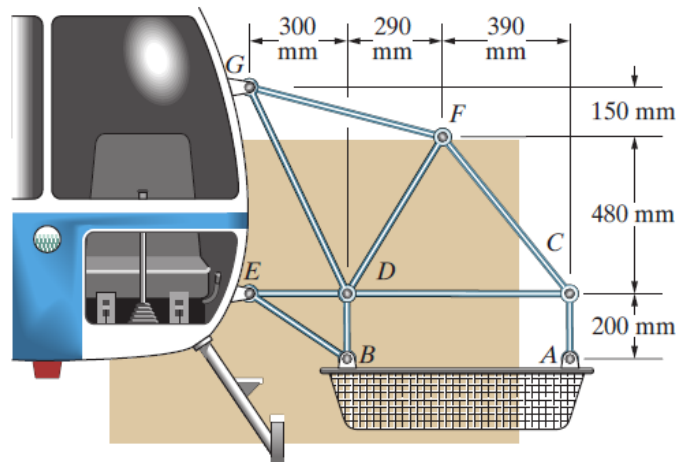

Figura 2
2. En la Figura 2, la armadura conecta una camilla a un extremo de un helicóptero de salvamento. Si la camilla ejerce cargas verticales de 1.8 kN en A y B, ¿qué valor tienen las fuerzas axiales en las barras DE, DF y DG?